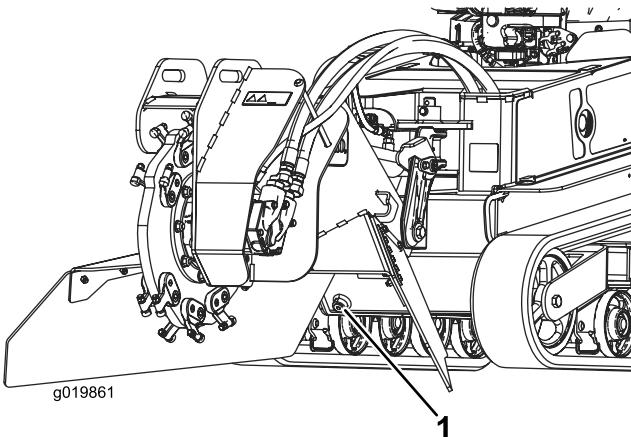

Figura 60
- Retire el tapón de vaciado del depósito hidráulico y deje que se drene el aceite en el recipiente (Figura 60).